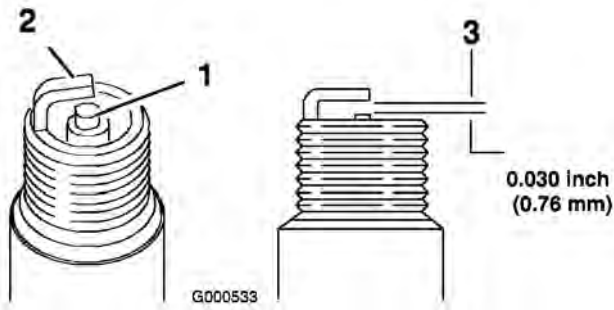

Figura 48
1. Mire la parte central de las bujías (Figura 48). Si se observa un revestimiento de color gris o marrón claro en el aislante, el motor está funcionando correctamente. Si el aislante aparece de color negro, significa que el limpiador de aire está sucio.
2. Compruebe la separación entre los electrodos central y lateral (Figura 48) y doble el electrodo lateral si la separación no es correcta.